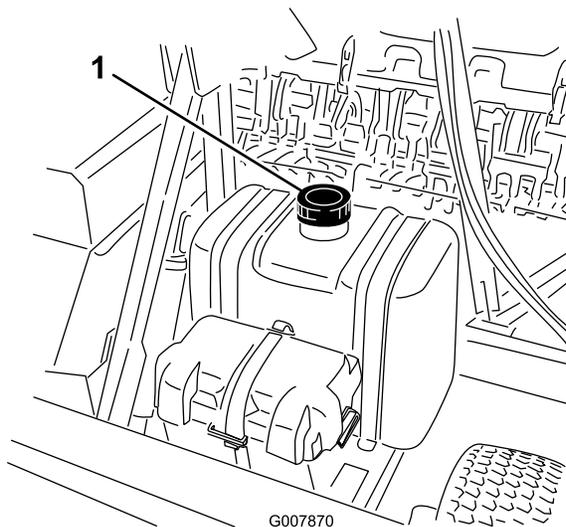

Рисунок 28
2. Очистите поверхности вокруг крышки топливного бака (Рисунок 28) и снимите крышку.